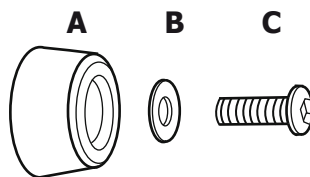

Abbildung 1
SCHRITT 1 Als erstes bauen Sie die Teile der "Fixierung 1" (abb. 1) zusammen. Verwenden Sie nun die "Fixierung 1" an den in Abb. 4 gezeigten Punkten.